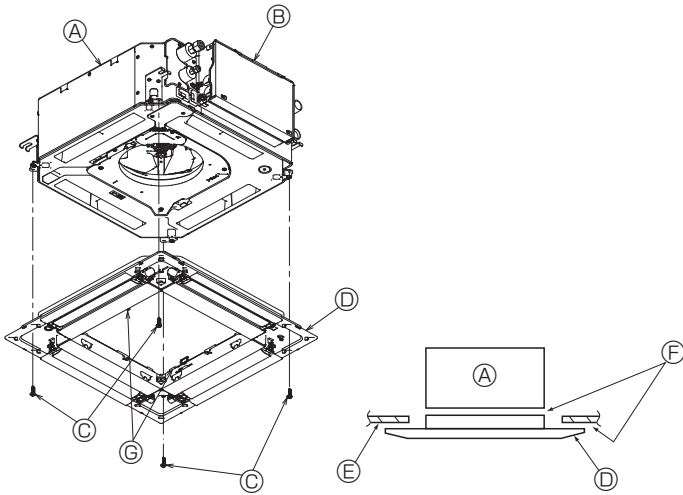

Fig. 10-6
- Dört vidayı sıkarak ızgarayı sabitleyin. (Fig. 10-6)